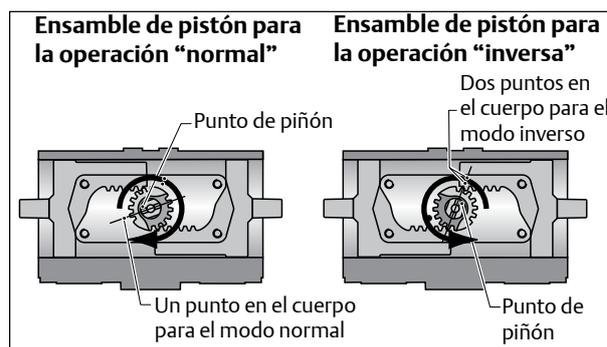

Fig. 5 Alineación de piñón
La rotación normal es en el sentido de las agujas del reloj con cada pistón moviéndose hacia el otro (vista desde arriba de la ranura en la parte superior del piñón, véase la Fig.5).
10.4.1 Rotación en el sentido de las agujas del reloj (con los pistones moviéndose hacia adentro, véase la Fig. 5).
- Lubrique ligeramente todas las muescas del pistón, el asiento del engranaje y los anillos 'O' (4) del pistón. Coloque los anillos 'O' (4) y los anillos de desgaste (3) en el pistón.
- Ajuste el bloque de cojinete (10) en la parte trasera del pistón.